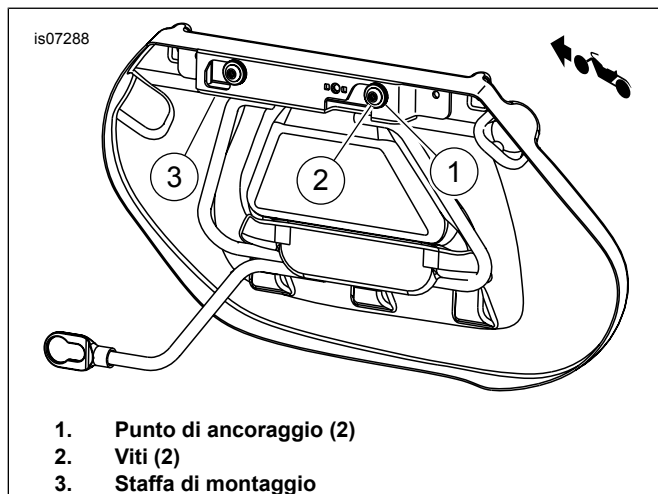

Figura 2. contrassegnare i punti di foratura
- d. Vedere Figura 2. Inserire i punti di ancoraggio nella staffa di montaggio. Inserire una vite lungo il punto di ancoraggio (8) e la borsa per posizionare correttamente la staffa.